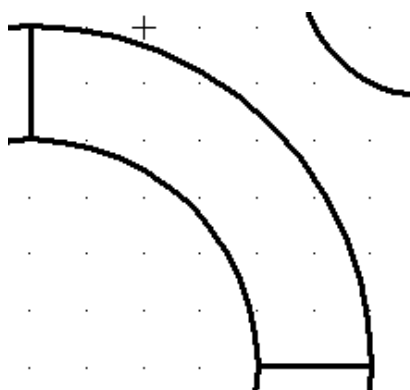

Рис. 1.7. Вертикальный и горизонтальный отрезки
7) Далее начертите 2 окружности с центрами в точке 100, 100 и радиусами, соответственно, 20 и 30 мм. Проведите вертикальный и горизонтальный отрезки, соединяющие малую и большую окружности (см. рис. 1.7). При их построении очень важно, чтобы они обязательно имели общие точки с обеими окружностями. Должна получиться замкнутая область, которая позволит позже выполнить команду Штриховка. Чтобы быть в